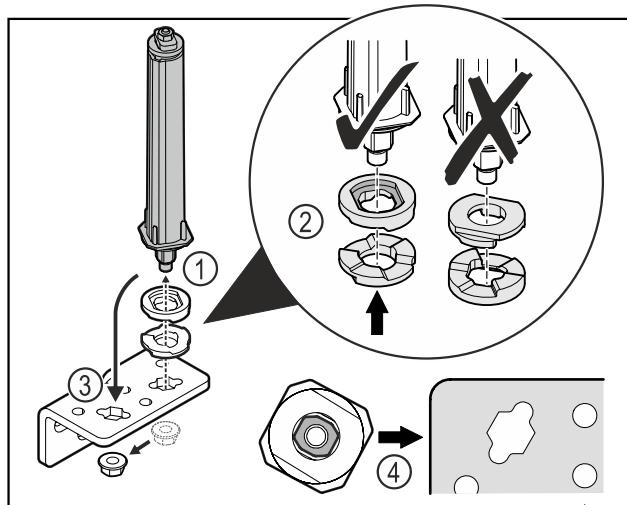

Fig. 40
- Mutter lösen und Türschließsystem entfernen Fig. 40 (1).
- Auf die korrekte Ausrichtung der Höhenverstellscheiben achten Fig. 40 (2).
- Türschließsystem im Scharnierwinkel umsetzen und mit der Mutter fixieren Fig. 40 (3).
- Beim Einsetzen auf die korrekte Ausrichtung des Türschließsystems achten Fig. 40 (4).